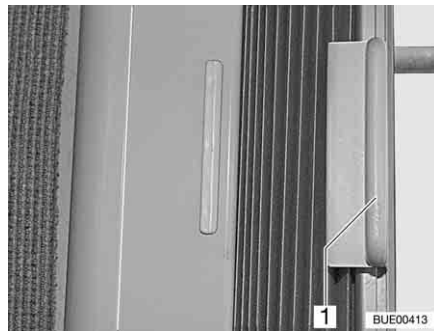

Bild 38 Plisségardin
**Öppna och stänga:** ■ Håll i plisségardinens handtag (Bild 38,1) och skjut åt höger eller vänster.